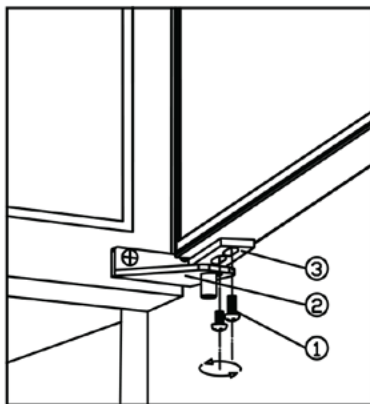
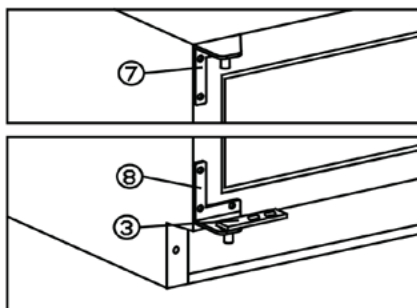

fig. 6.1
fig. 6.4
- Skru ut skruene for nedre hengsle (1) fig. 6.1. Skru ut hengslepinnen (3)
- Skru av øvre hengsle (4)
- Monter øvre og nedre hengsle (7 og 8) som vist fig. 6.4
- Sett tilbake hengslepinnen (3) i nedre hengsle (8), men ikke lengre inn enn at døren kan legges på plass.
- Legg på plass døren ved å tre den inn i hengslepinnen på øvre hengsle (7)
- Skru hengslepinnen (3) fast slik at hengslepinnen entrer hullet i døren.